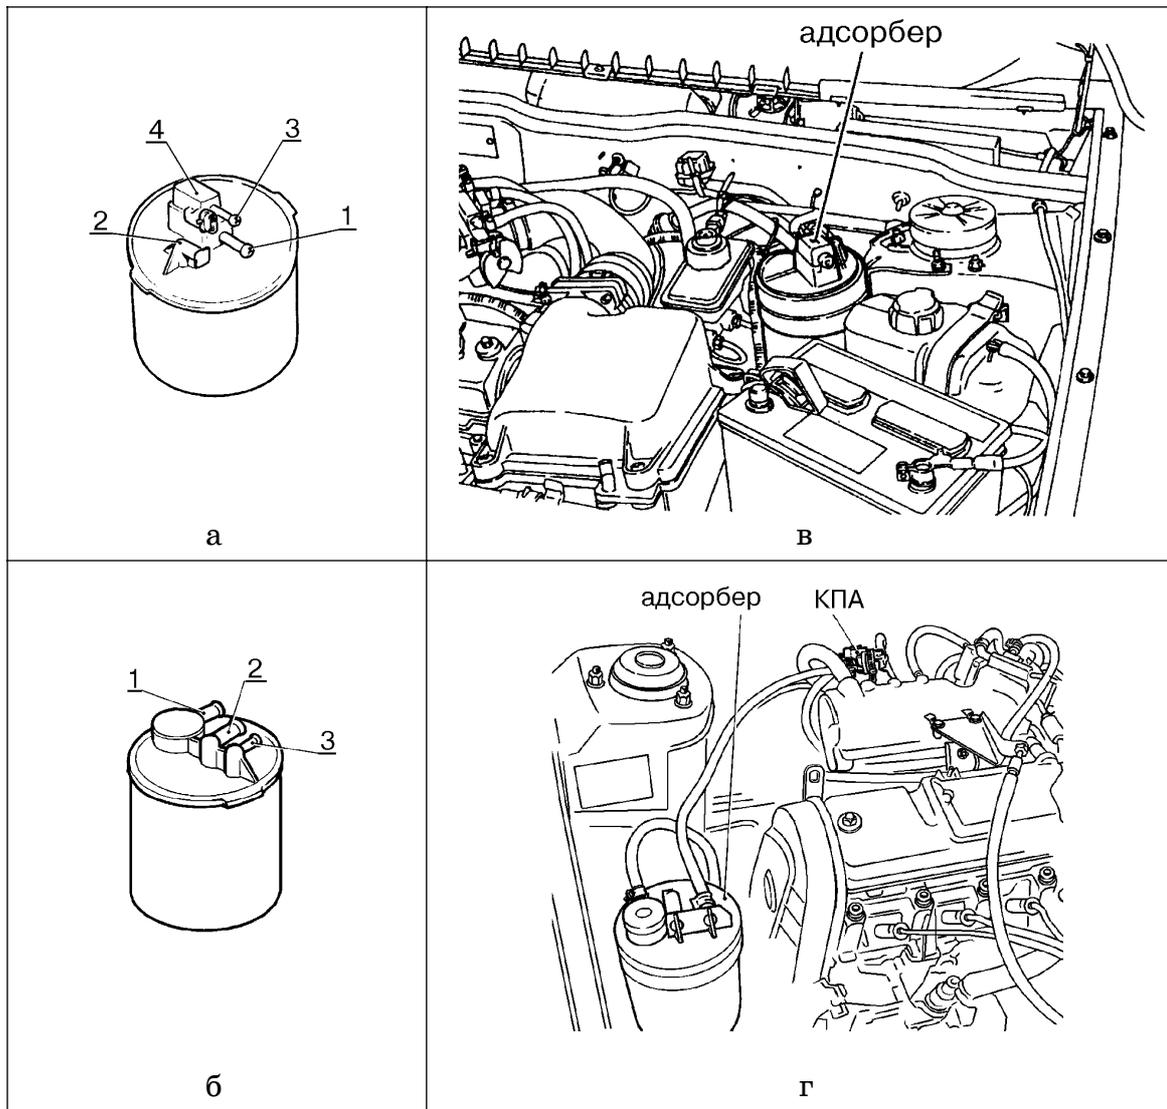

Рис.24 Внешний вид и расположение адсорбера:
- на а/м семейства ВАЗ-2108, рис.24 в, на шпильках крепления верхней опоры левой телескопической стойки;
- на а/м семейства ВАЗ-2110, рис.24 г, на шпильках правого брызговика;
- на а/м с 8-ми клапанным двигателем, рис.24 г, на ресивере;
Управление продувкой осуществляет контроллер при помощи электромагнитного клапана 4, рис.24. Контроллер регулирует степень продувки адсорбера в зависимости от режима работы двигателя, подавая на клапан сигнал с изменяемой частотой следования импульса (8, 16, 32 Гц).